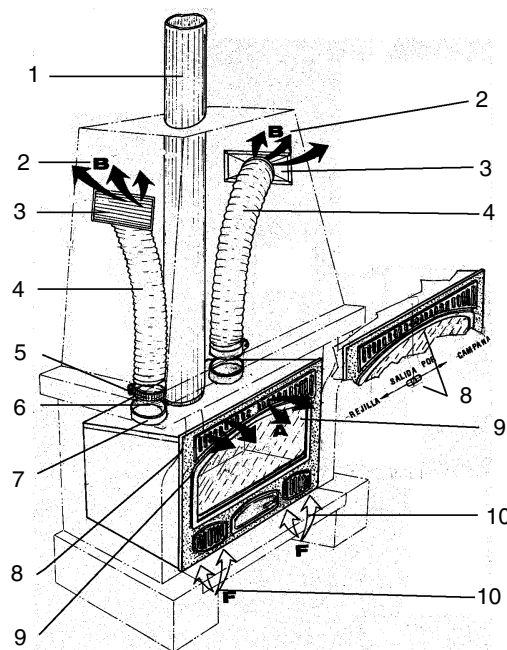

Fig. 2
B. POSIBILIDADES DE SALIDA AIRE CALIENTE (Fig. 2).